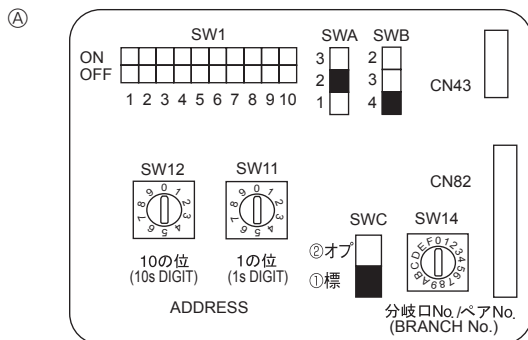

Fig. 5-4
5.5. Configuration des adresses (Fig. 5-4)
- ① Comment définir les adresses
- ② Comment définir les numéros des ramifications SW14
- ④ Tableau d'adresses
5.6. Réglage du commutateur pour haut plafond ou en cas de modification du nombre de sorties d'air (Fig. 5-4)
①	②	③
④	4 directions	2,5 m	2,7 m
③	3 directions	2,7 m	3,0 m
②	2 directions	3,0 m	3,3 m
5.7. Détection de la température ambiante à l'aide du capteur intégré de la commande à distance (Fig. 5-4)